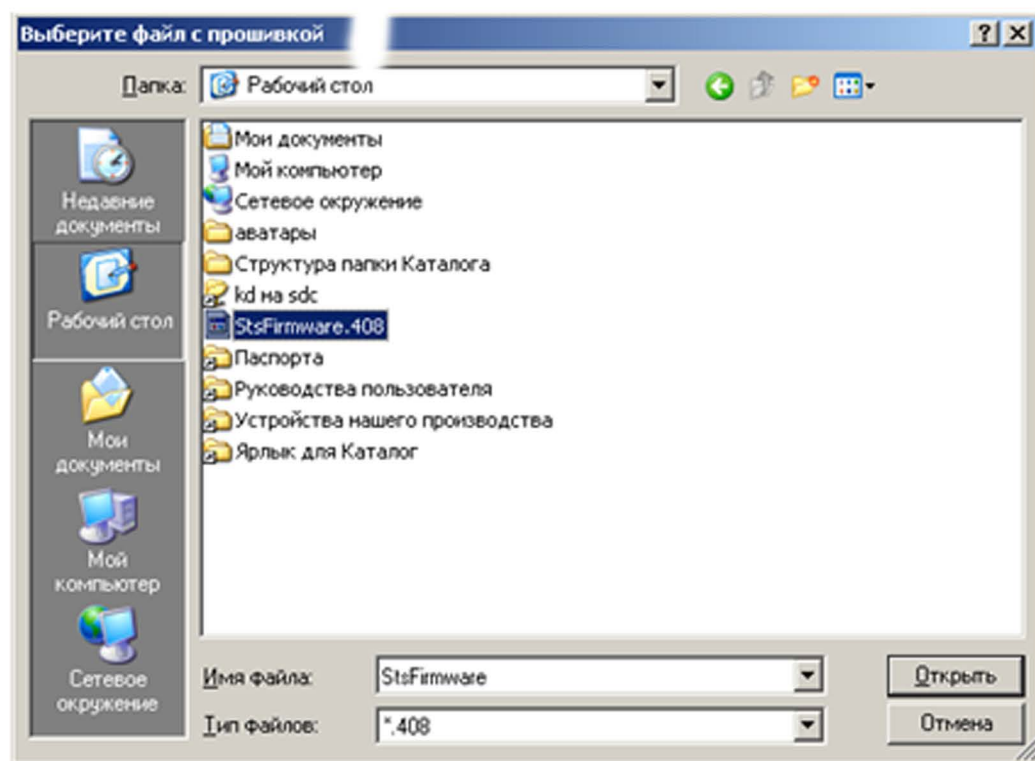

Рисунок 10
6. Выбрать файл с прошивкой и нажать «Открыть» (рисунок 10):